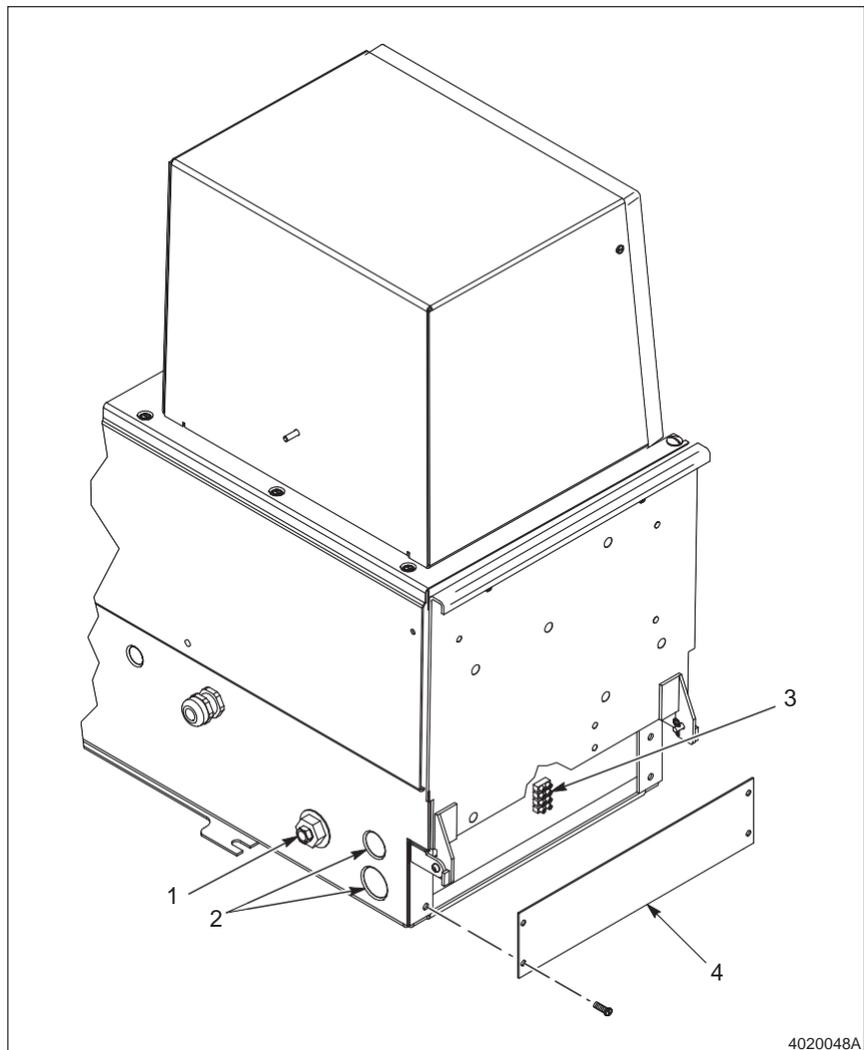

Fig. A 3-6 Gas e Conexões Elétricas
Os conjuntos de instalação do cilindro de gás estão disponíveis para o uso com dióxido de carbono e gás nitrogênio. Ver a seção *Peças* neste manual para obter informações sobre o conjunto. Ver a Figura A 3-6.
- 3. Ver a Figura A 3-6.